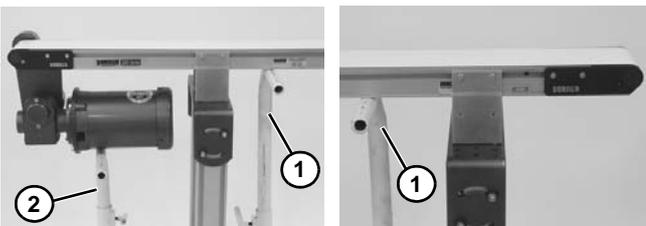

Figura 46
1. Asegúrese de que los soportes internos temporales (Figura 46, artículo 1) estén colocados en ambos extremos del transportador. Coloque un soporte interno adicional (Figura 46, artículo 2) debajo del motorreductor, si se dispone de él. Consulte ADVERTENCIA.